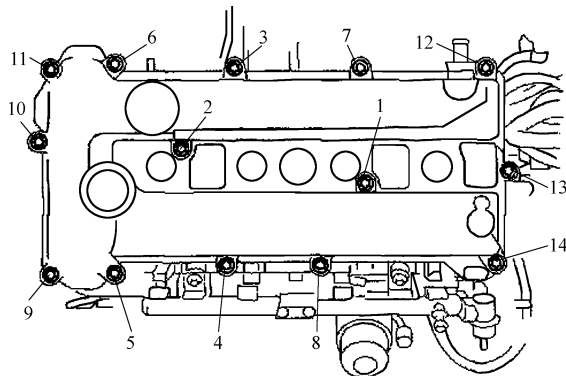

图 25-17 气缸盖罩螺栓紧固顺序
3) 按照图 25-17 所示的顺序, 紧固气缸盖罩螺栓, 紧固力矩为 $80 \sim 105 \text{ N} \cdot \text{m}$ 。